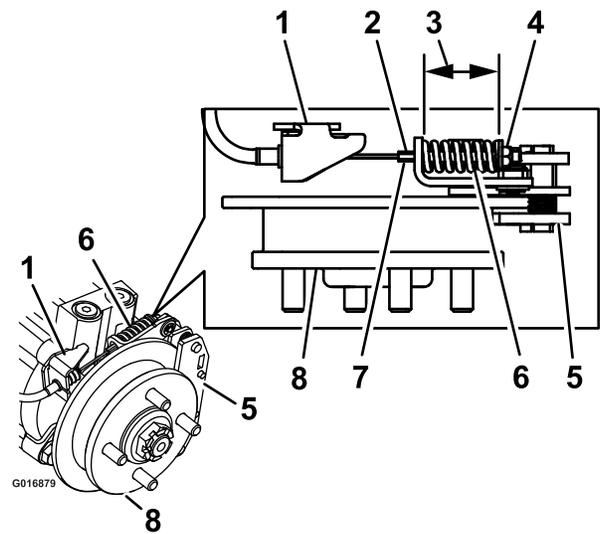

Figura 72
9. Sujete el extremo de la varilla roscada con una herramienta y ajuste la contratuerca hasta que el muelle mida de 3.8 a 4.0 cm (1-1/2 a 1-9/16 pulgada); consulte Figura 72. No deje que el cable gire mientras se aflojan las tuercas.